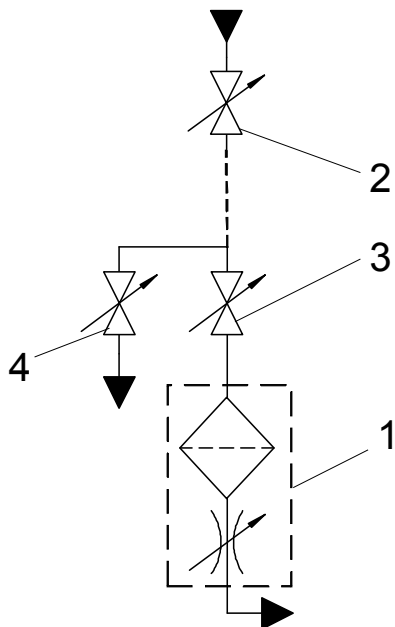

Рисунок 2.1 – Схема установки ФДУ: 1 – ФДУ; 2 – вентиль у объекта контроля; 3 – вентиль на входе в ФДУ; 4 – байпасный вентиль для продувки.
2.2.4.1 В линии подвода жидкости к ФДУ установить два вентиля (рисунок 2.1): один непосредственно у объекта контроля в месте отбора жидкости (2), второй – на входе в ФДУ (3).
2.2.4.2 Для продувки соединительных линий и магистралей, подводящих рабочую среду к ФДУ предусмотреть самостоятельные устройства, например, продувочный вентиль 4, установленный байпасно отсечному вентилю 3 на входе в ФДУ (смотри рисунок 2.1).